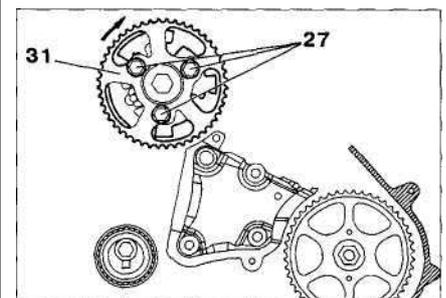

Рис. 6.13. Затяните болты 27 рукой. Прокрутите шкив 31 по часовой стрелке так, чтобы он с тыльной стороны установился в паз.
16. Затяните болты 27 рукой (рис. 6.13). Прокрутите шкив 31 по часовой стрелке так, чтобы он с тыльной стороны установился в паз.